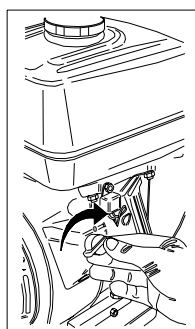
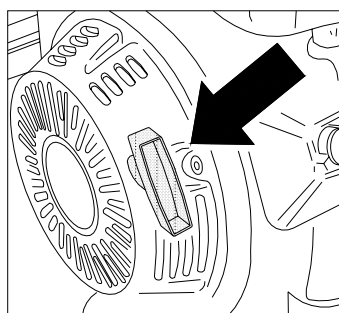

Fig. 8
Fig. 9
- Placer le sélecteur sur « I » (Start) (Fig. 8) . Saisir la poignée de mise en marche (fig. 9) et tirer la corde sans effort jusqu'à ce que vous ressentiez la résistance provoquée par la compression , relâcher ensuite la poignée et tirer énergiquement pour faire démarrer le moteur.